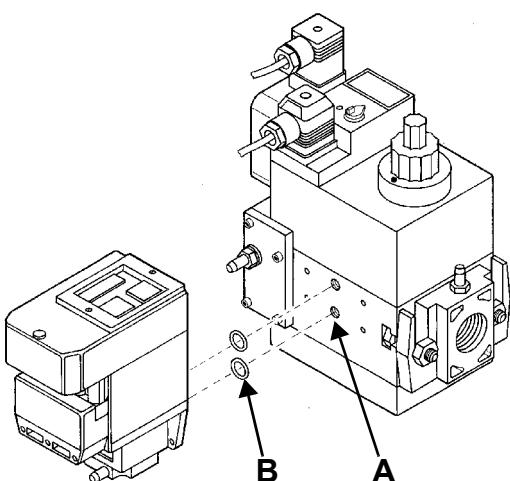

Fig. 20
- 3 togliere le viti di chiusura del gruppo Multibloc (Fig. 20-A);
- 4 inserire gli anellini di tenuta (10,5 x 2,25) nel VPS 504 (Fig. 20-B, Fig. 20-B');